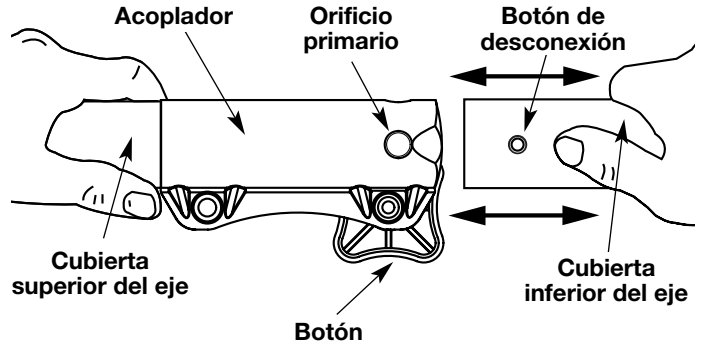

Fig. 2
3. Mientras sujeta firmemente el bastidor del eje superior, separe el accesorio del recortador de bordes del acoplador (Fig. 2).
3. Mientras sostiene el accesorio con firmeza, empújelo en línea recta en el acoplador (Fig. 2).
**PRECAUCIÓN:** Trabe el botón de desconexión en el orificio primario (Fig. 2) y ajuste bien la perilla antes de operar esta unidad.